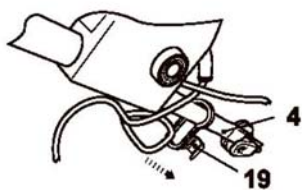

Fig. 5
- S'assurer que le bouton de déverrouillage (20) se trouve en position de déverrouillage.
- Doubler le cordon sur environ 40 cm du côté rallonge. Passer la boucle dans le protecteur de cordon (19) et la suspendre au crochet. Tirer doucement sur le cordon pour vérifier qu'il est bien fixé (Fig. 5 et 6).